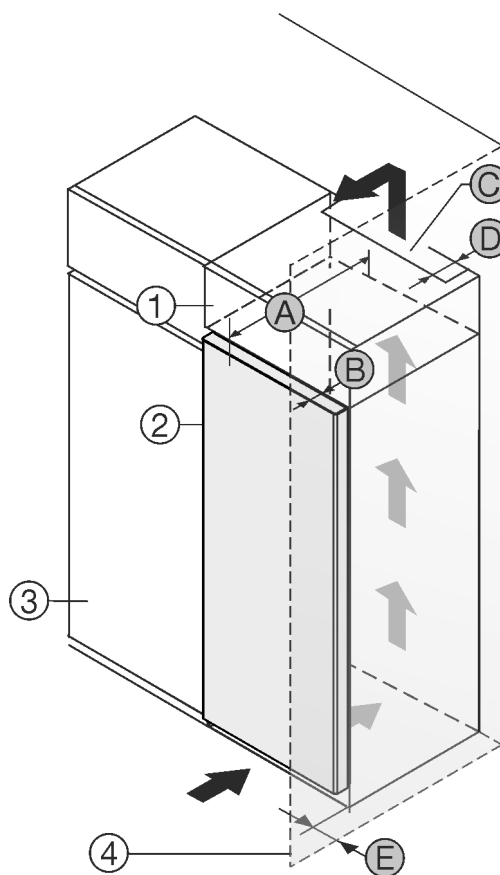

Fig. 1
Ju mund ta instaloni pajisjen direkt ngjitur me dollapin e kuzhinës Fig. 1 (3).\*
Në faqen e pasme të dollapit së montimit duhet të ketë një hapësirë ajrimi me thellësi Fig. 1 (D) në të gjithë gjerësinë e dollapit të montimit.\*
Nën mbulesën e hapësirës duhet respektuar seksioni tërthor i qarkullimit të ajrit Fig. 1 (C).\*
Nëse instaloni pajisjen me mentesha pranë një muri *Fig. 1 (4)*, atëherë duhet që distanca midis pajisjes dhe murit të jetë të paktën 13 mm.\*
Nëse instaloni pajisjen me mentesha pranë një muri *Fig. 1 (4)*, atëherë duhet që distanca midis pajisjes dhe murit të jetë të paktën 20 mm.\*
Në mënyrë që dera të mund të hapet plotësisht, duhet që pajisja të dalë jashtë përpara kanatit të dollapit të kuzhinës sa thellësia e derës *Fig. 1 (B)*. Në varësi nga thellësia e dollapëve të kuzhinës *Fig. 1 (3)* dhe përdorimi i ruajtësve të distancës nga muri, pajisja mund të dalë më shumë përpara dollapit.\*